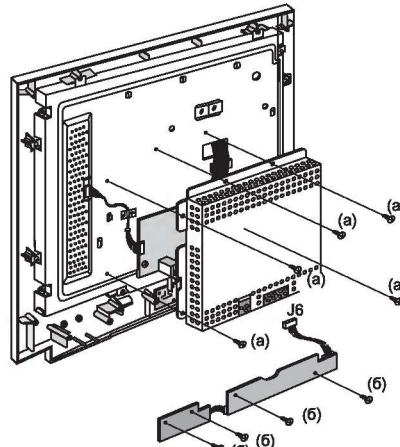

Рис. 4.4
- Выкручивают пять винтов (а) крепления защитного экрана платы электроники, отсоединяют соединитель J6 и снимают экран (рис. 4.4).
- Выкручивают четыре винта (б) и снимают плату панели управления (рис. 4.4).